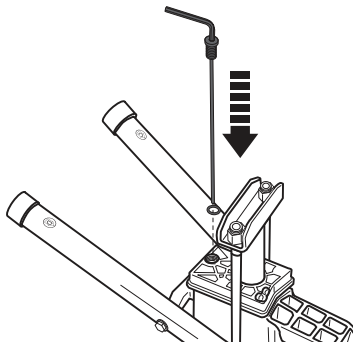

Fig. 8f
- Desserrez la vis de vidange [21] et laissez l'huile s'écouler dans le récipient. Faites attention au joint (Fig. 8f).